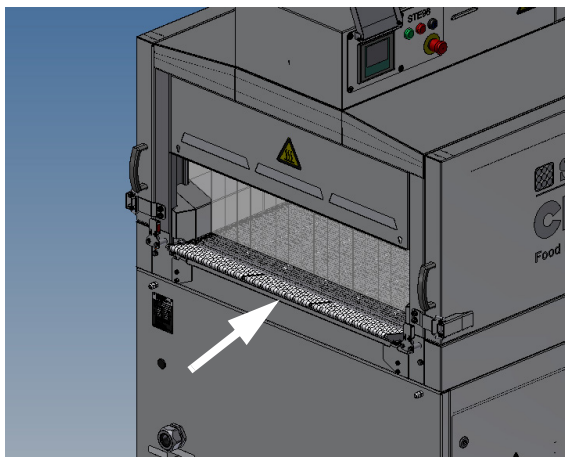

Рис. 4.2, Овальные ролики на участках загрузки и разгрузки
- Овальные ролики на участках загрузки и разгрузки (см. рис. 4-2)